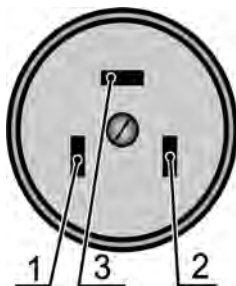

Рис. 20
- Для плит 5112 (0112, 0137), 6112-02 (0112, 0137) подключение должно быть выполнено по схеме (рис. 20):